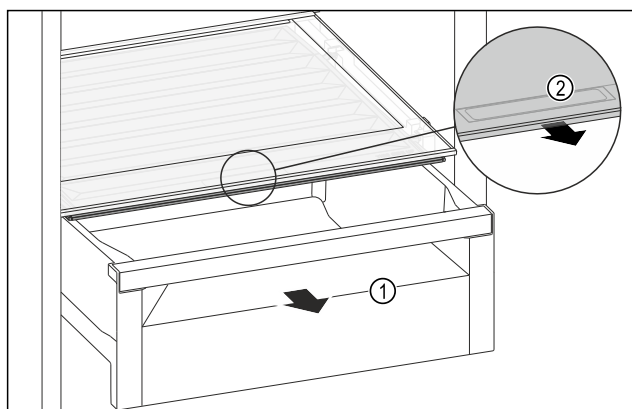

Fig. 124
- ▶ Zásuvku Fig. 124 (1) vytáhněte.
- ▶ Uchopte prohlubeň pro rukojeť Fig. 124 (2) na víku zásuvky a současně zatáhněte za víko zásuvky směrem dopředu.